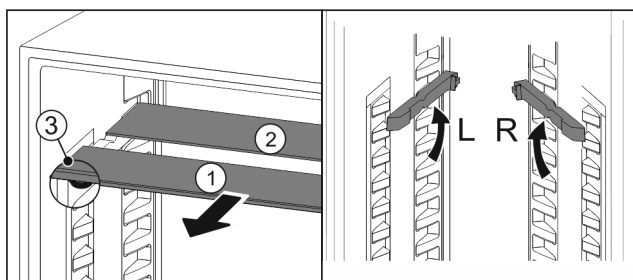

Fig. 159
- estrarre i ripiani di vetro singolarmente tirando in avanti Fig. 159 (1).
- ▶ Il piano in vetro Fig. 159 (1) con il motivo ornamentale è nella parte anteriore.
- ▶ I fermi Fig. 159 (3) sono rivolti verso il basso.